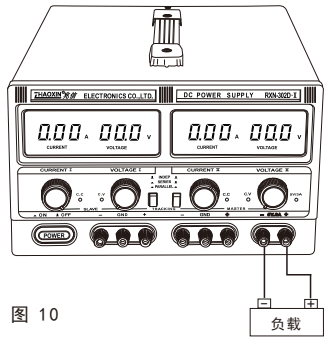

图 10
- 1. 将负载的正极连接到电源的5V/3A输出端的正极(红色端子) 负极连接到电源5V/3A输出端的负极(黑色端子), 连接请参照 图10所示